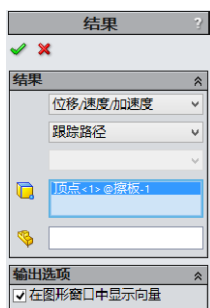

图 9-31 添加“结果和图解”操作及图解效果
STEP 4 单击操控面板工具栏中的“结果和图解”按钮，打开“结果”属性管理器，如图 9-31 左图所示，在其下拉列表框中依次选择“位移/速度/加速度”>“跟踪路径”类别，再选择刮水器顶部的一个端点，单击“确定”按钮，即可以线的形式显示出刮水器的路径，如图 9-31 右图所示。